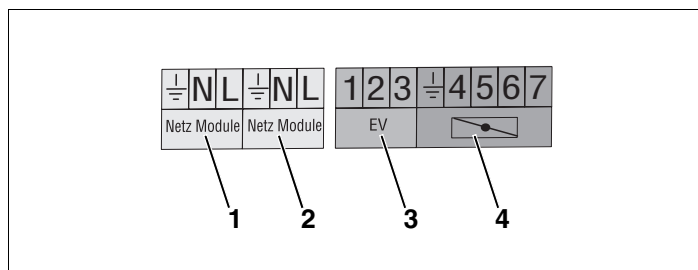
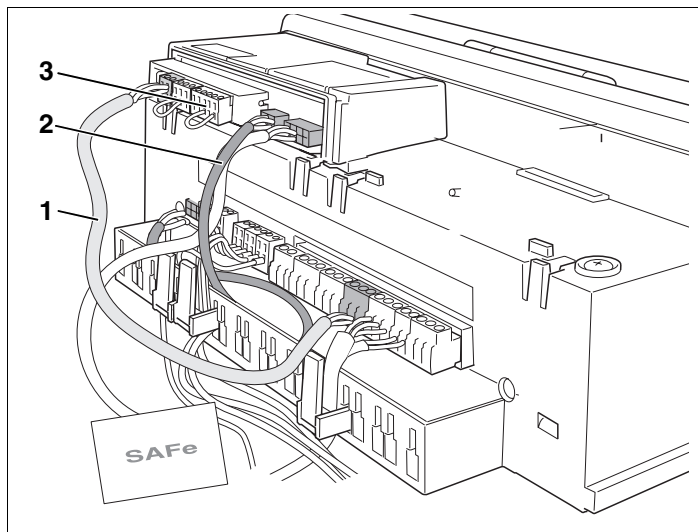
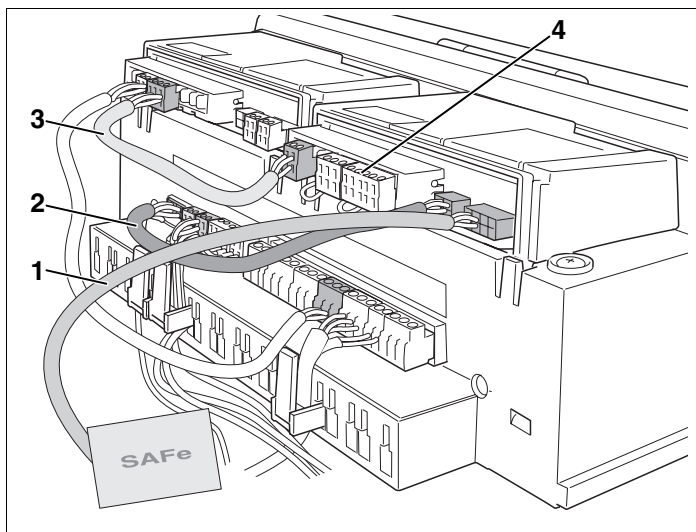

Abb. 2 Anschlüsse 230 V
Abb. 7 Elektrische Anschlüsse für Umschaltmodul UM10 herstellen
Abb. 8 Elektrische Anschlüsse für Umschaltmodul UM10 herstellen
- Busleitung (Abb. 7, **Pos. 2**) in die Steckbuchse in der MC10 einstecken, aus der Sie das SAFe-Kabel vorher abgezogen haben. Das andere Leitungsende in der UM10 einstecken.
- Netzanschlussleitung (Abb. 7, **Pos. 1**) am UM10 und der MC10 einstecken.
- Weitere Komponenten mit den Klemmen (Abb. 7, **Pos. 3**) des Umschaltmodules nach Anschlussplan verdrahten (siehe auch Abb. 2, Seite 6).
- SAFe-Kabel (Abb. 8, **Pos. 1**) von der MC10 abziehen und in die Steckbuchse des UM10 einstecken.
- Busleitung (Abb. 8, **Pos. 2**) in den Stecker in der MC10 einstecken, aus dem Sie das SAFe-Kabel vorher abgezogen haben. Das andere Leitungsende in der UM10 einstecken.
- Netzanschlussleitung (Abb. 8, **Pos. 3**) vom ersten Funktionsmodul in die Klemmen des UM10 einstecken.
- Weitere Komponenten mit den Klemmen (Abb. 8, **Pos. 4**) des Umschaltmodules nach Anschlussplan verdrahten (siehe auch Abb. 2, Seite 6).
Mit dem Funktionstest kann der Ausgang des UM10 (Klemme 5) über die Bedienheit RC35 angesteuert werden. Die Klemmenbezeichnungen beziehen sich auf die in Abb. 2, Seite 6 gezeigten Klemmen.